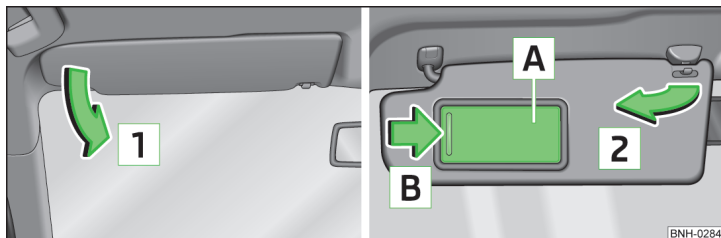

Abb. 44 Blende herunterklappen / Blende zur Tür schwenken und Spiegelabdeckung aufschieben
**Bedienung der Sonnenblende** » Abb. 44